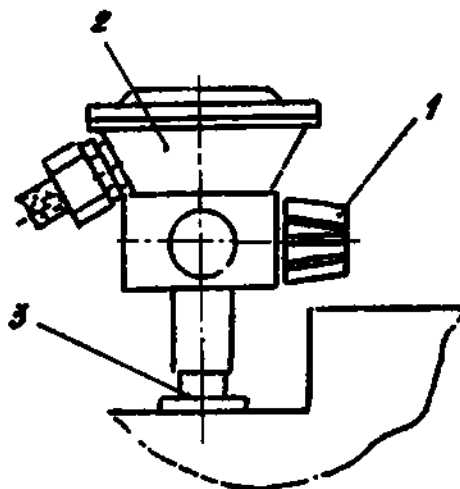

Рис. 7-Подсоединение кислородно-воздушного смесителя к аппарату
4.2 Кислородно-воздушный смеситель (рис. 7) предназначен для использования в палатах интенсивной терапии при необходимости обогащения дыхательной смеси кислородом.
Процентное содержание кислорода, устанавливаемое ручкой 1 (рис.7), поддерживается автоматически и не меняется при изменении $\dot{V}$ или f (в пределах $\dot{V}$ от 8 до 25 л мин – 1 и f от 10 до 60 мин – 1 или F в пределах от 15 до 50 л мин – 1) и давления питания кислорода (в пределах от 1 до 2 атмосфер).